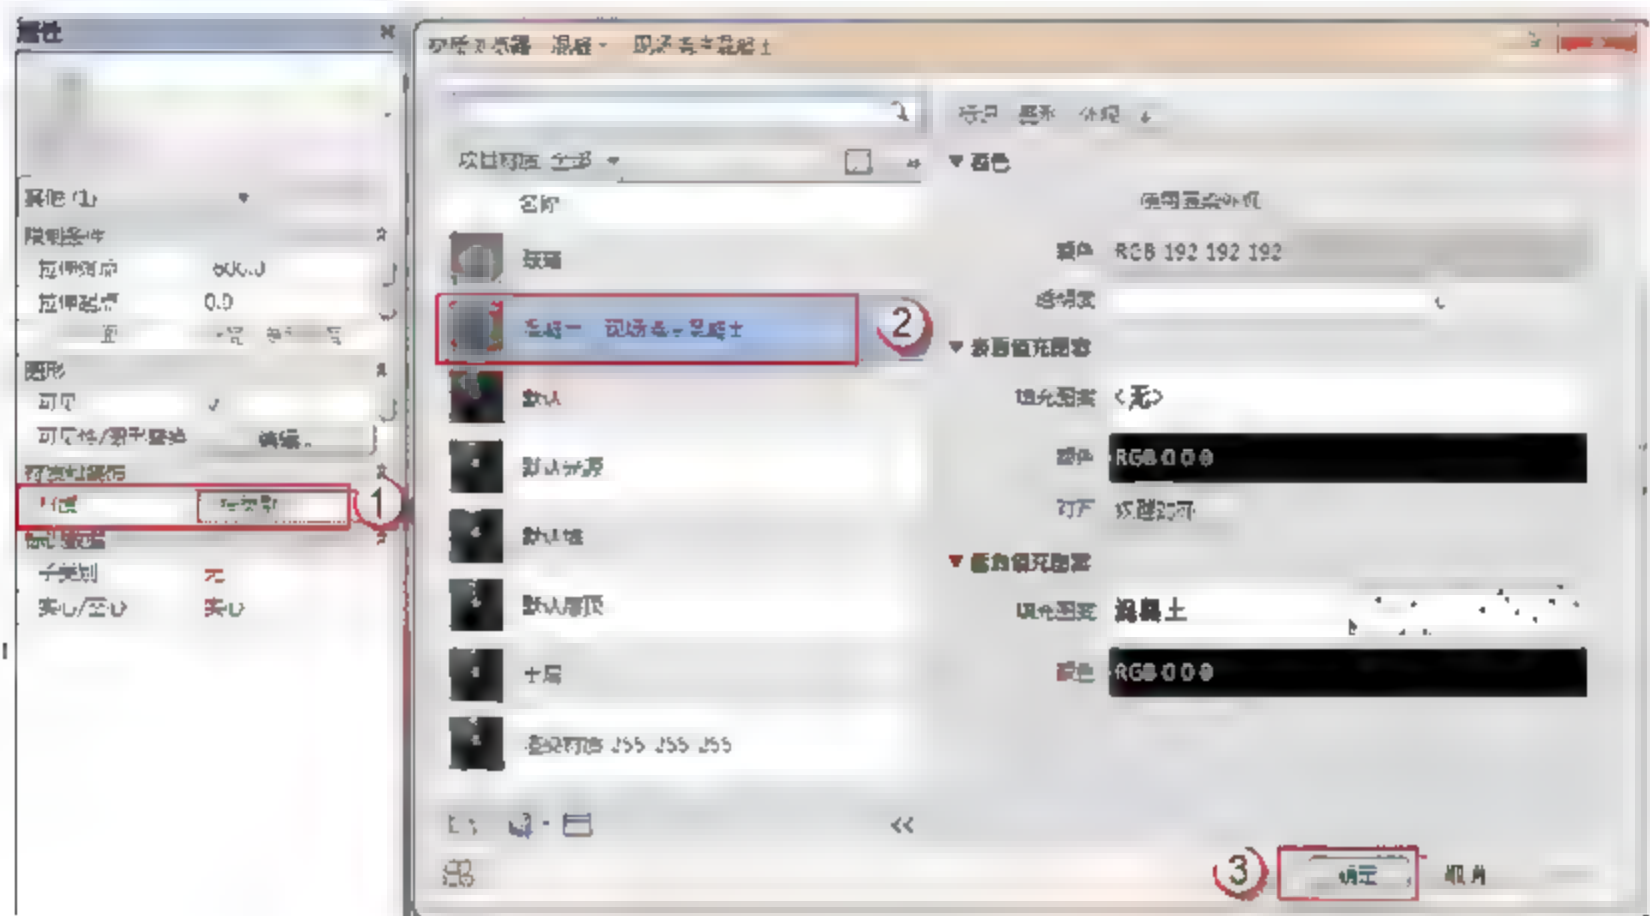
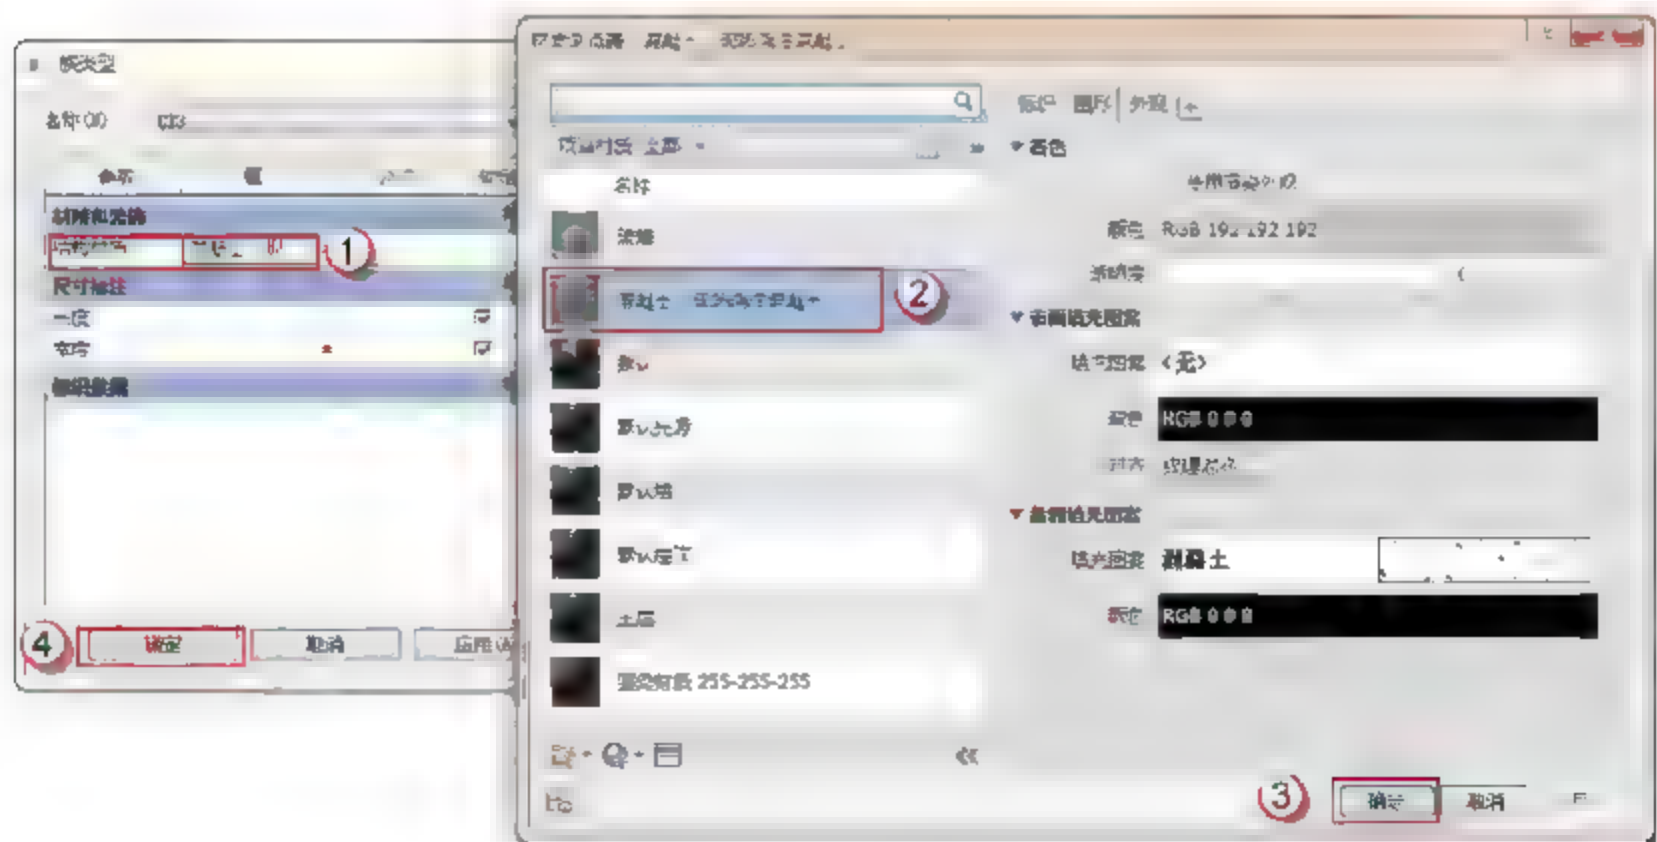

图 2.2.7 添加属性材质
图 2.2.8 添加结构材质
(5) 添加材质。选择“桩”，在“属性”面板中单击“材质”按钮，在弹出的“材质浏览器”对话框中，依次单击“混凝土-现场浇注混凝土”→“确定”按钮，如图 2.2.7 所示。单击“族类型”按钮，在弹出的“族类型”对话框中，单击“结构材质”按钮，在弹出的“材质浏览器”对话框中，依次单击“混凝土-现场浇筑混凝土”→“确定”按钮，如图 2.2.8 所示。